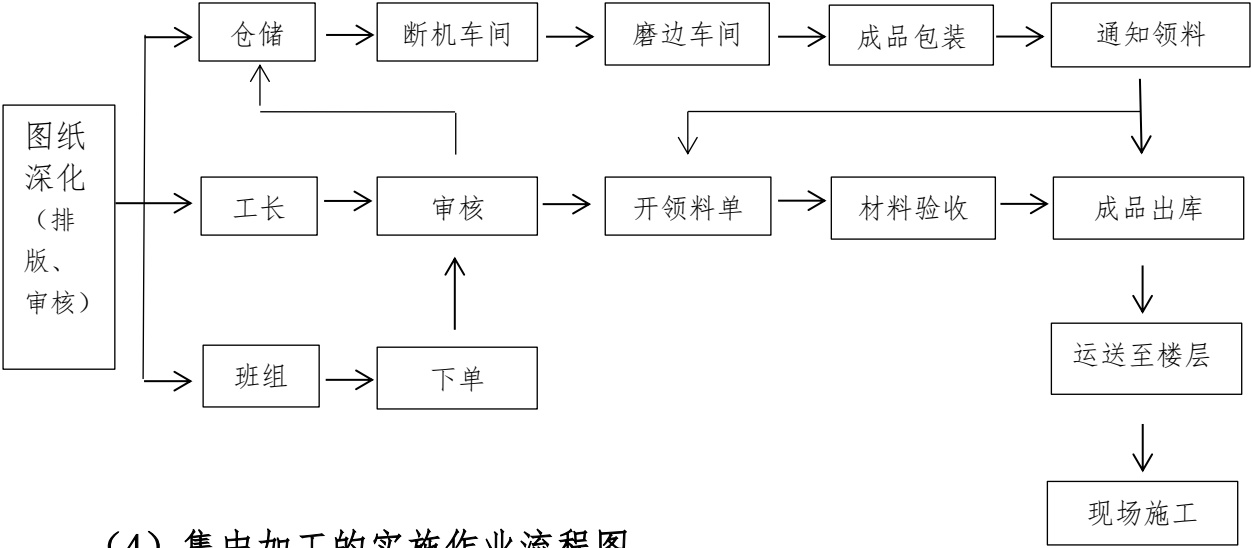
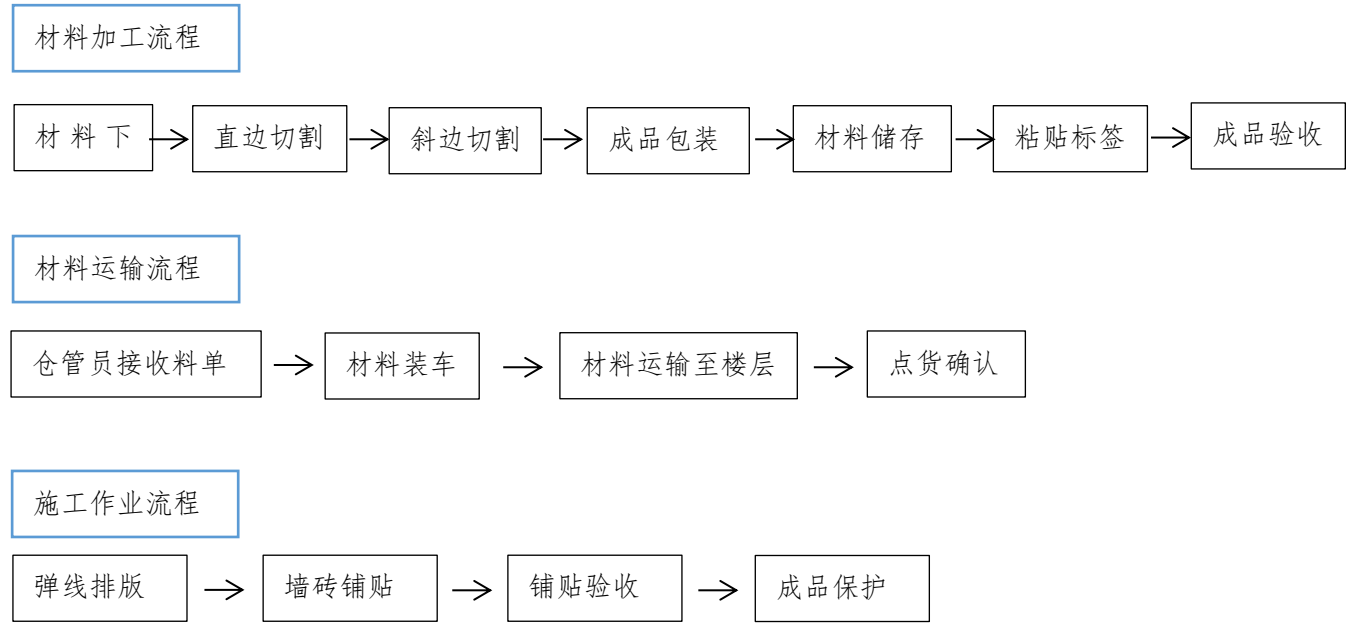

图 3：切割机/磨边机
图 4：数控加工机
①切割机不小于 2 台，专业瓷砖切割机 1 台、专业精细磨边机 1 台（图 3），条件允许情况下建议采用数控加工机（图 4）。
②机械需进行定期保养。